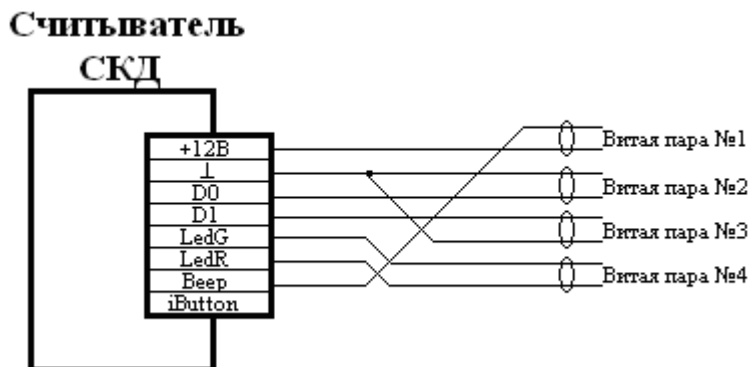

Рисунок 8.7: Нарращивание провода считывателя с использованием витой пары.
8.3.2 Для подключения считывателя, с использованием 4-х витых пар необходимо использовать схему, приведенную на рисунок 8.7.